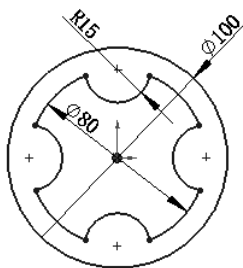

图 2.11.8 块编辑环境
Step 3 在设计树中右击 **block-1** 节点，在弹出的快捷菜单中单击 **编辑块(E)** 按钮，进入块编辑环境，如图 2.11.8 所示。